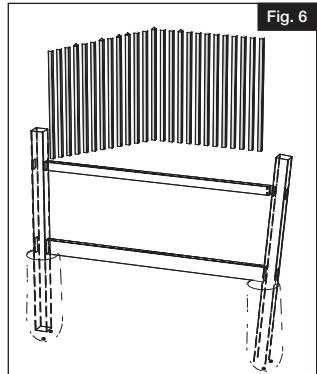

Fig. 6
- Empezando por el lado izquierdo, inserte las estacas o tablones hacia abajo a través del travesaño superior. Finalice encajando las estacas o tablones en el travesaño inferior (Fig. 6).